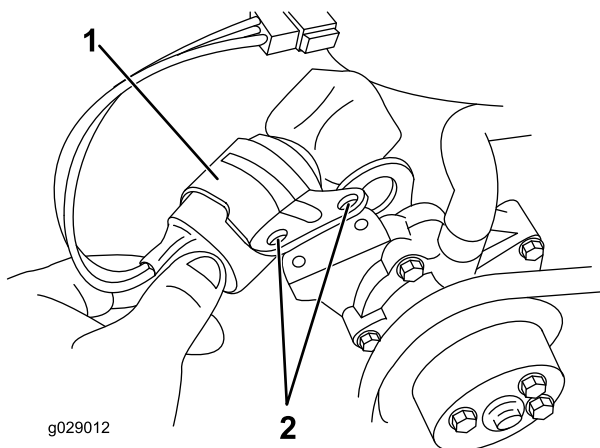

Bild 11
2. Setzen Sie die neue elektromagnetische Kraftstoffsperre ein und befestigen Sie sie **locker** mit 2 Schrauben (Bild 11).